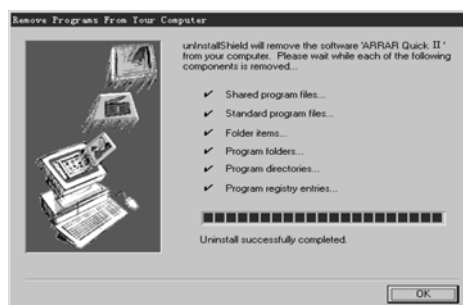

图 1.11 QUICK II 移除画面
- 出现移出画面如图 1.11 所示, 即可移除。
- 在该对话框中选择“ARRAY QUICK II”程序后，单击“增加 / 移除程序”按钮，出现对话框询问是否决定移除；用鼠标左键单击“Yes”，即出现移除画面如图 1.11 所示：